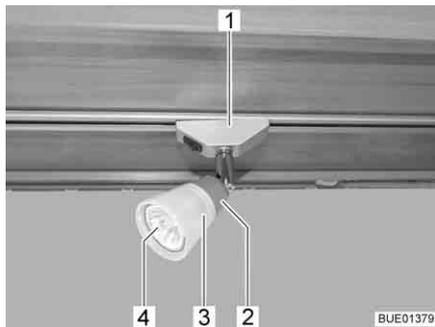

Bild 224 Halogenspotleuchte (verschiebbar)
- Halogenspotleuchte (Bild 224,1) um 90° drehen und aus der Schiene nehmen.
- Lampenschirm (Bild 224,3) entgegen dem Uhrzeigersinn drehen.
- Lampenschirm mit Halogenleuchte (Bild 224,4) vorsichtig von der Fassung (Bild 224,2) abziehen.